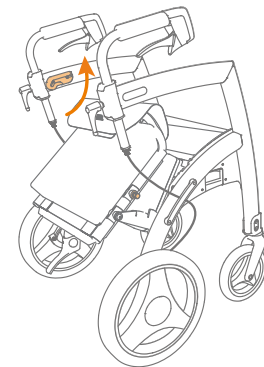
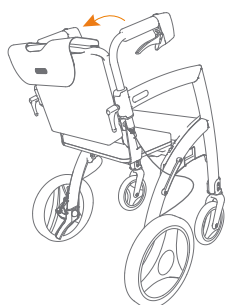

Abbildung 34: Ziehen Sie die Rückenlehne des Rollstuhls weiter nach oben.
Abbildung 35: Klicken Sie die Rückenlehne des Rollstuhls in die Führungsleisten.
- Ziehen Sie die Rückenlehne weiter nach oben und dann nach hinten (**Abbildung 34**), sodass die Verriegelungsbolzen in die oberen Führungsleisten des Rahmens klicken (**Abbildung 35**). Wenn die oberen Verriegelungsbolzen nicht reibungslos in die oberen Führungsleisten des Rahmens gleiten, schieben Sie die Rückenlehne des Rollstuhls nach vorne, bis sie halb hoch am Rahmen ist, und versuchen Sie es erneut.